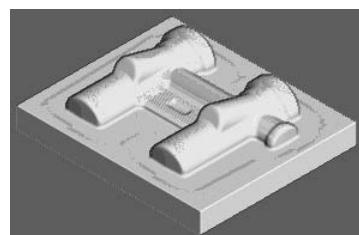

图 3-145 仿真加工结果 4
2) 在“仿真”工具栏的“当前刀具路径”下拉列表中选择要模拟的刀具路径 finish5，然后单击“执行”按钮，系统开始自动仿真加工，仿真加工结果如图 3-145 所示。